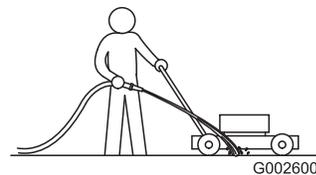

Bild 52
1. Lassen Sie den Motor auf einer flachen, befestigten Oberfläche laufen und sprühen Sie Wasser vor das rechte Hinterrad (Bild 52).